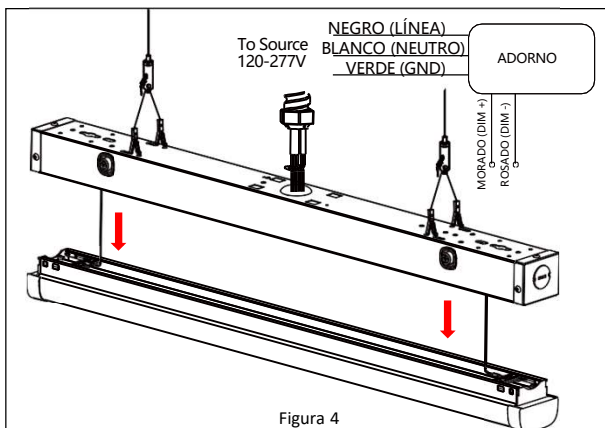

Figura 4
9. Usando las tuercas para cables provistas, haz las conexiones de los cables según el diagrama de cableado en la **Figura 4**.
9. Usando las tuercas para cables provistas, haz las conexiones de cableado según el diagrama de cableado en la **Figura 4.**